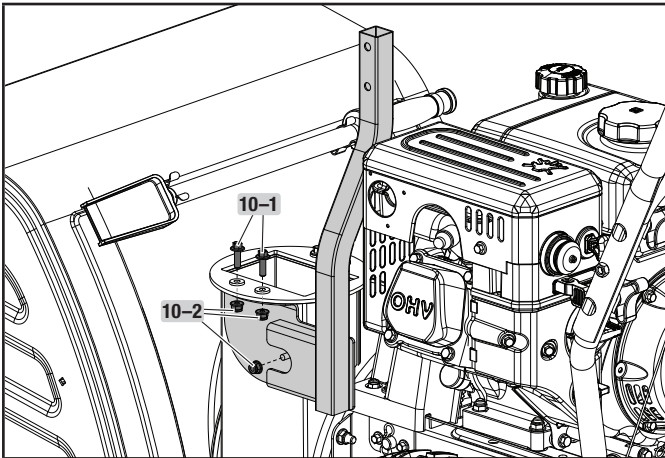

Figure 10
1. Enlevez les boulons (10-1) et les écrous (10-2) du corps principal, comme illustré (figure 10). Mettez-les de côté pour l'étape suivante.